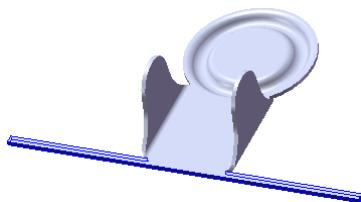
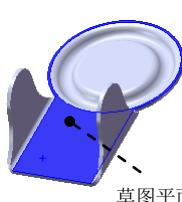

图 8.17 薄片 1
图 8.18 草图平面
- (1) 选择命令。选择下拉菜单 **插入(I)** → **阵列/镜向(E)** → **镜向(M)...** 命令。
- (2) 定义镜像基准面。选取右视基准面作为镜像基准面。
- (3) 定义镜像对象。选择边线法兰 1 作为镜像 1 的对象。
- (4) 单击 按钮，完成镜像 1 的创建。
Step6. 创建图 8.17 所示的钣金特征——薄片 1。
(1) 选择命令。选择下拉菜单 **插入(I)** → **钣金(B)** → **基体法兰(A)...** 命令（或单击“钣金”工具栏上的“基体法兰/薄片”按钮 B ）。
(2) 定义特征的横断面草图。
① 定义草图平面。选取图 8.18 所示的模型表面作为草图平面。